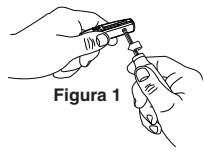

Figura 1
1. Use un destornillador de cabeza Phillips para aflojar el tornillo. Deje colocado el tornillo. (Figura 1)